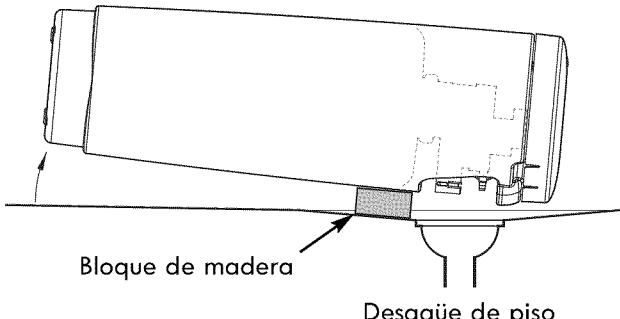

Figura 21
6. Apoye un bloque de madera de 2 pulg. (5 cm) de espesor cerca del desagüe de piso. (Vea la Figura 21.)
7. Acerque el sistema central de filtrado de agua para toda la casa al desagüe. Inclínelo en forma lenta y suave, hasta que el reborde se apoye sobre el bloque de madera, con los puertos de entrada y salida sobre el desagüe. (Vea la Figura 21.) No deje que el peso de la unidad descance sobre las uniones de entrada y salida, porque podrían romperse.